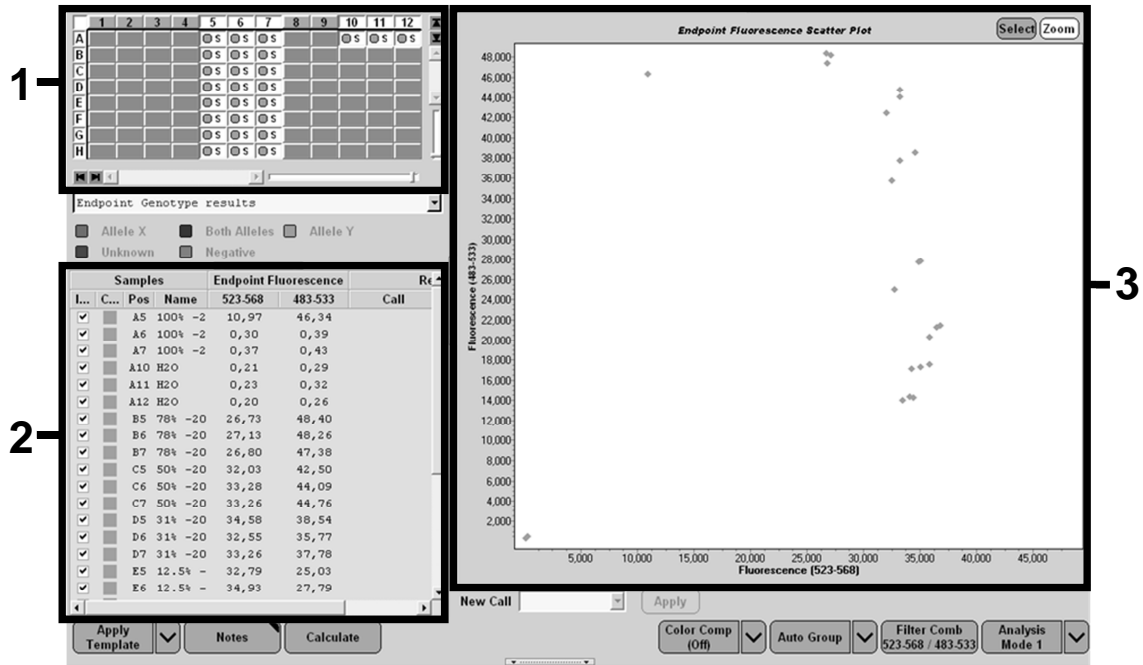

Ilustración 25. Resumen de los datos.
16. La siguiente ventana (ilustración 25) muestra la configuración de la placa (1, parte superior izquierda), los resultados de fluorescencia de cada muestra (2, parte inferior izquierda) y el diagrama de dispersión con discriminación alélica (3, derecha; fluorescencia FAM y VIC medida en el ciclo número 50 de la PCR).